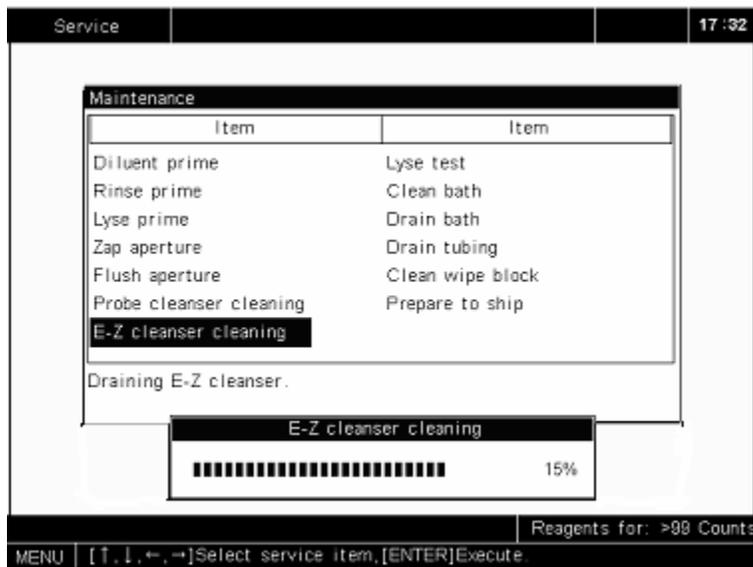

Рисунок 10-14 Высушивание кюветы и жидкость ъпроводящих манистралей
4. Когда промывка закончится, анализатор начнёт процесс высушивания, как показано на **рис. 10-14**. Когда процедура высушивания завершится, анализатор вернётся к исходному состоянию.